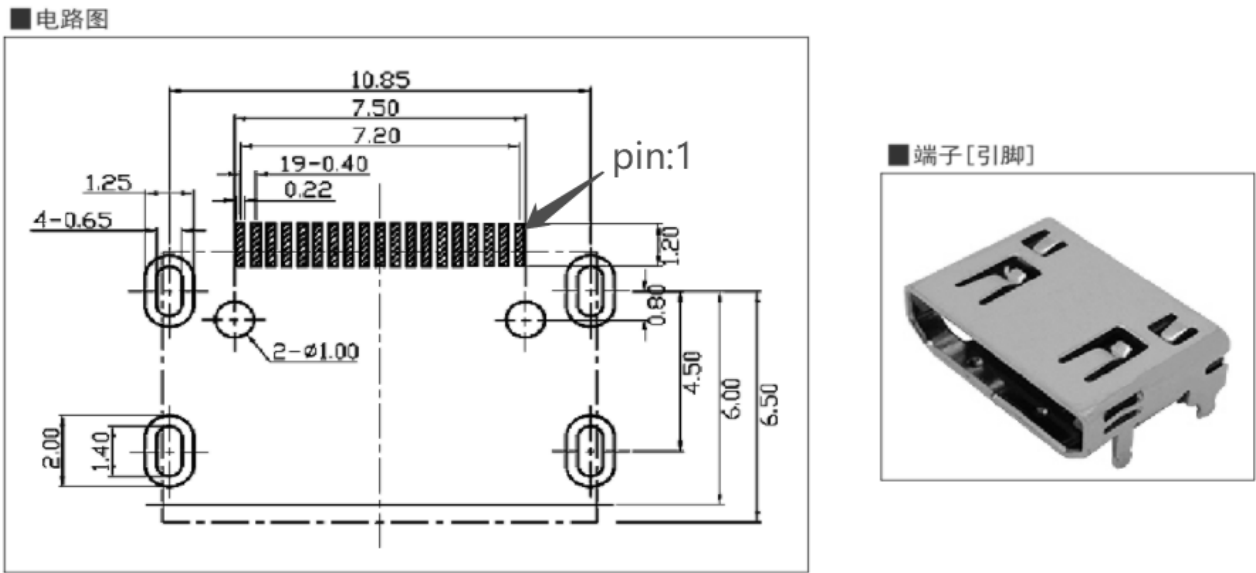

图 2
- 2、在 PCB 库文件 202410201.PcbLib 中根据图 2 给出的相应参数创建集成电路 DAC8412 的 PCB 封装，命名为 HDMI_A，并在生成电路板中调用。（注：设计单位为 mm）；